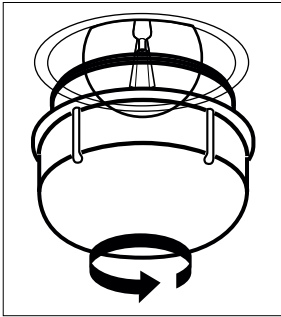

Abbildung 143
2. Entfernen Sie das Schutzglas, indem Sie es gegen den Uhrzeigersinn drehen. (Siehe Abb. 143) Die Verwendung von Plastikhandschuhen kann Ihnen helfen, wenn Sie Schwierigkeiten beim Drehen haben.